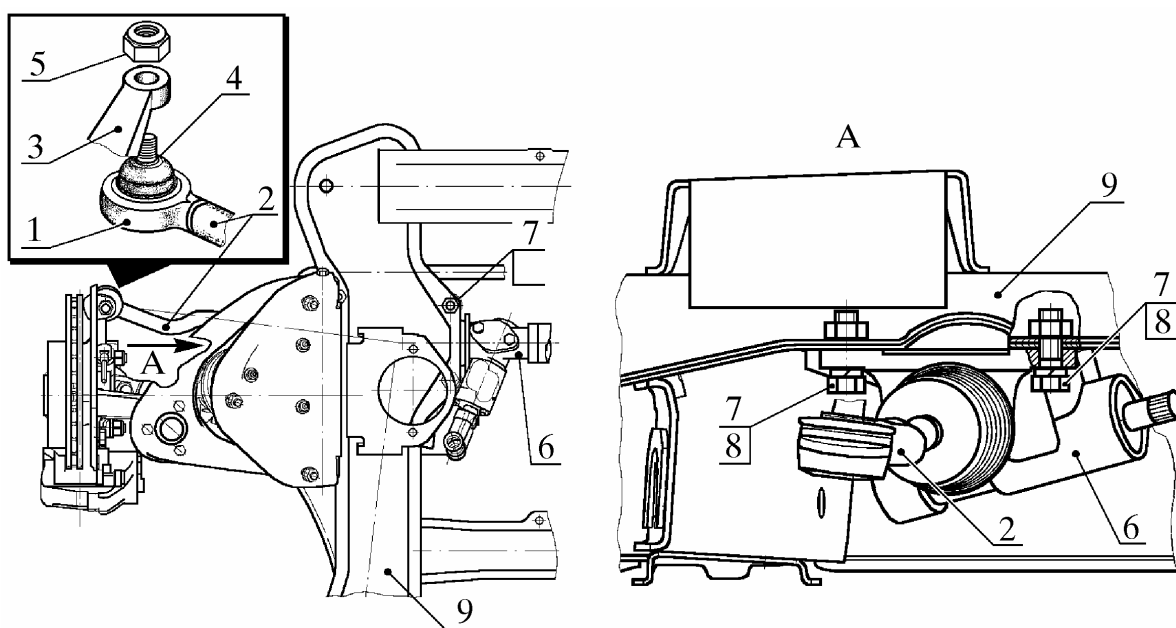

Рис. 13. Снятие рулевого механизма с рулевыми тягами в сборе:
4.17.1. Отсоединить наконечник 1 (рис. 13) левой рулевой тяги 2 от рычага 3 левого поворотного кулака